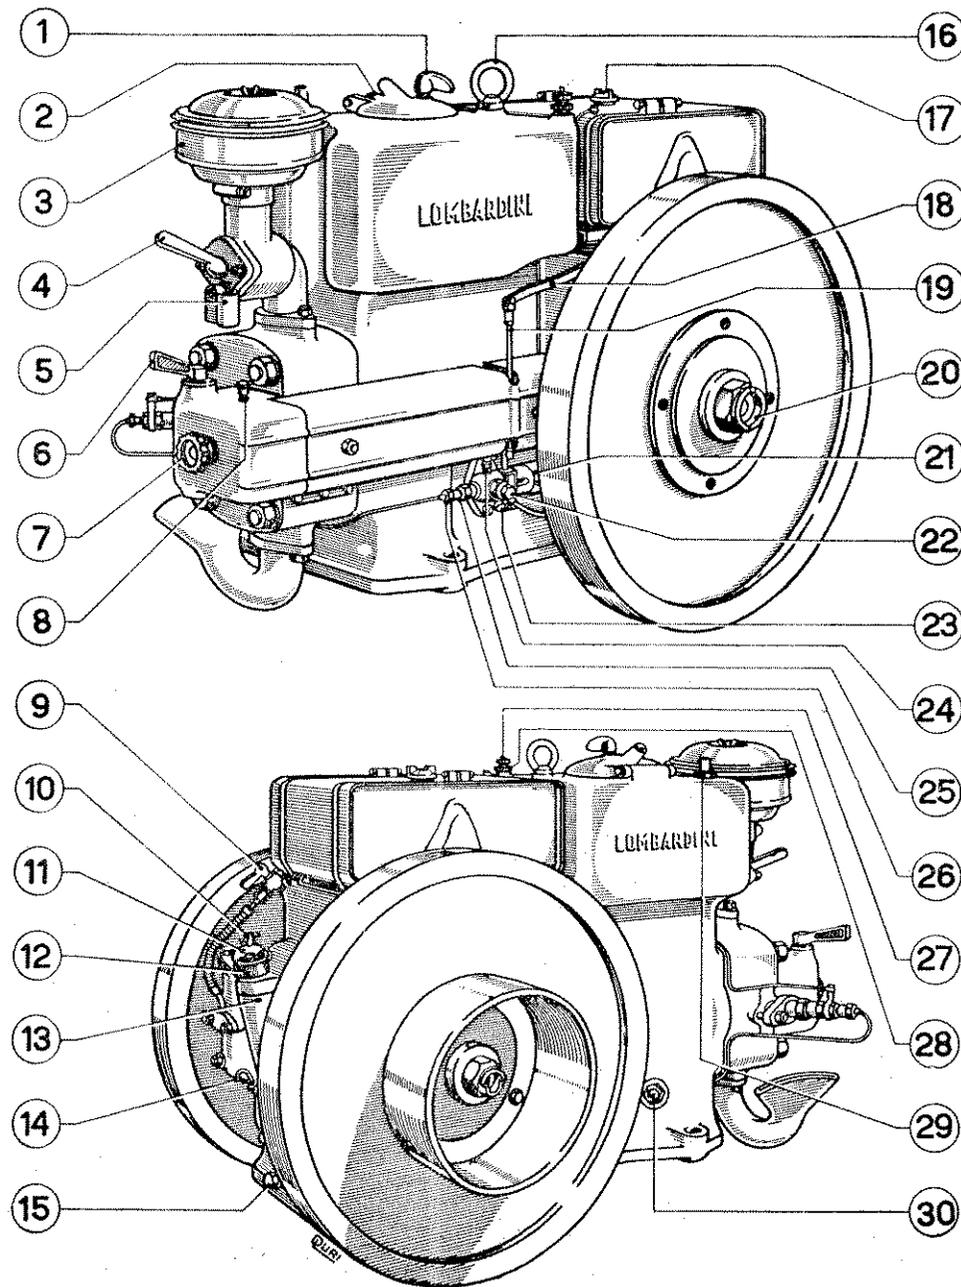

fig. 10
**ARRESTO DEL MOTORE (fig. 10)**
- a) Scaricare l'acqua del motore svitando il tappo 30) (Fig. 10).